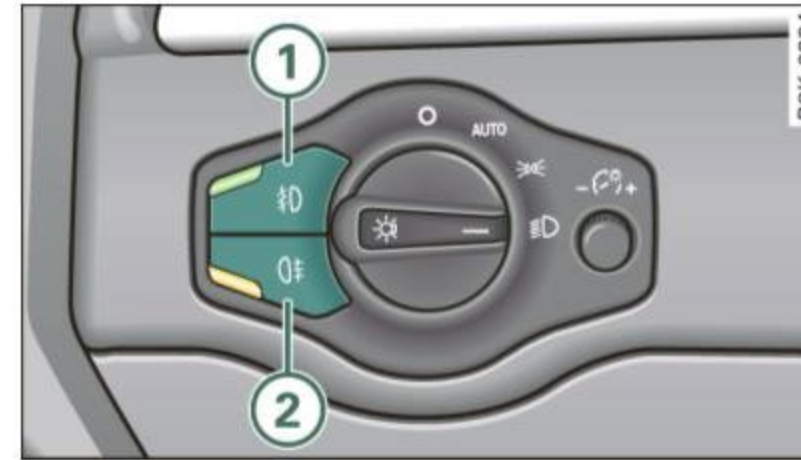

Fig. 51 Fog light switch
- To turn on the fog lights , press button ① ⇒ fig. 51.
- To turn on the rear fog lights , press button ②.